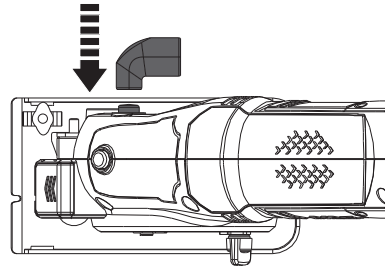

Fig. 6
- > Coloque o adaptador de aspiração de pó (22) na saída de extração de pó (18) (Fig. 6).
- > Conecte um dispositivo de extração de pó, p. ex. um acessório aspirador apropriado no adaptador de aspiração de pó (22).